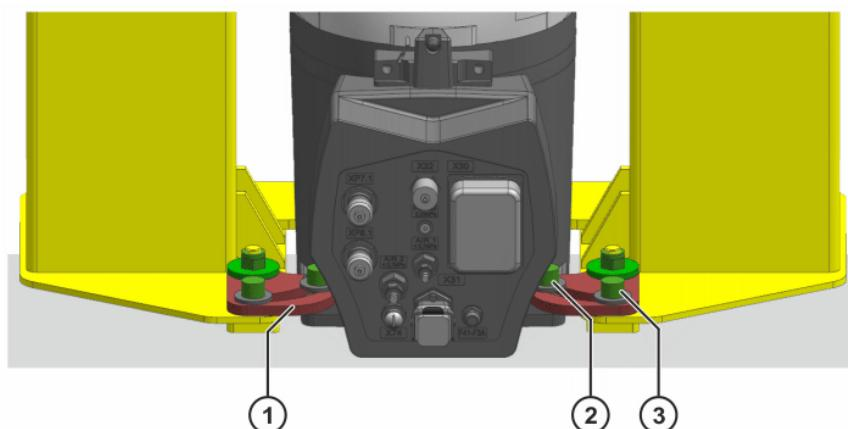

Abb. 8-14: Schwenkhalter positionieren und befestigen
6. Schwenkhalter auf Grundgestell positionieren (>>> Abb. 8-14).